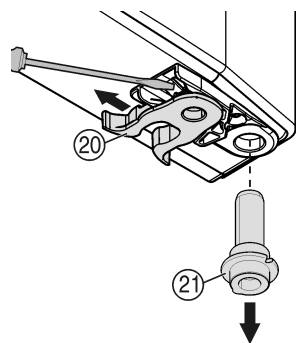

Fig. 9
- ▶ Pružinovú zvierku Fig. 9 (20) premiestnite: Zaisťovací jazýček potlačte nadol, ponad ňu stiahnite pružinovú zvierku.
- ▶ Ložiskový čap Fig. 9 (21) vytiahnite z puzdra dverí a spolu s podložkou nasad'te na opačnej strane. Zaisťovací jazýček musí smerovať na vnútornú stranu dverí, drážka na vonkajšiu stranu.
- ▶ Dvere dolu zasuňte a ložiskový čap Fig. 9 (21) nasad'te do ložiskovej konzoly. Prípadne ložiskový čap potočte tak, aby mohol zaklapnúť.